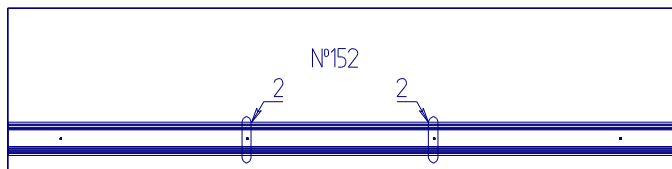

Рис.4
4. Через отверстия 2 на треке, шилом наколоть отверстия на детали №152 (рис.4).